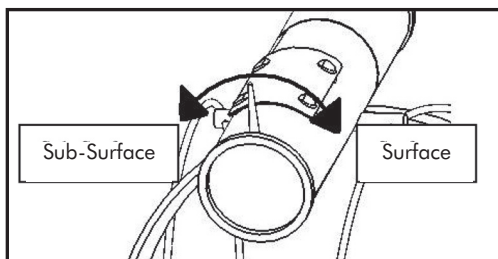

Figure 4. Réglage de la polarisation
- 3) Saisir doucement la cheville de réglage et la faire tourner comme indiqué à la Figure 4 : Réglage de la polarisation.